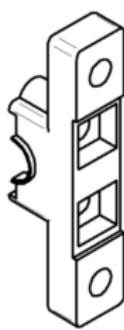

图 4.7.6 创建轴测图
- (4) 在“视图向导”命令条中 **2:1** 的下拉列表中选择 **1:1**。将鼠标放在图形区，会出现视图的预览，选择合适的放置位置单击以生成轴测图，结果如图 4.7.6 所示。